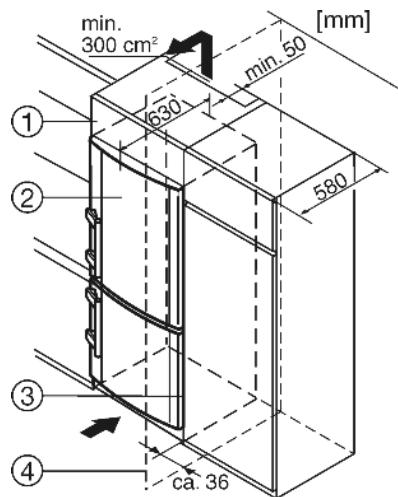

Fig. 9
- (1) Élément haut
- (2) Appareil
- (3) Placard de cuisine
- (4) Mur
L'appareil peut être entouré de meubles de cuisine. Pour adapter l'appareil Fig. 9 (2) à la hauteur des placards de la cuisine intégrée, on peut placer un élément haut Fig. 9 (1) au-dessus de l'appareil.
Lors de la transformation avec des placards de cuisine normalisés (profond. max. 580 mm) l'appareil peut être placé directement à côté du placard Fig. 9 (3). La porte de l'appareil saillit latéralement de 34 mm et au milieu de l'appareil de 50 mm par rapport à la face avant du placard de cuisine. Ainsi, elle se laisse ouvrir et fermer sans problèmes.
Si l'appareil est installé avec les charnières à côté d'un mur Fig. 9 (4), la distance entre l'appareil et le mur doit être de 36 mm min. Ceci correspond à la saillie de la poignée lorsque la porte est ouverte.